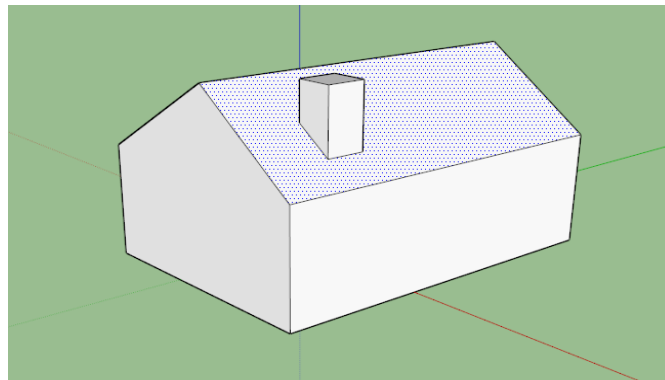

Рисунок 2.10
3. На наступному етапі за допомогою лінії  намалюємо контур димаря, для цього варто звертати на підказки середовища моделювання, (При проведенні лінії уздовж кожної з осей вона буде підсвічена відповідним кольором: синій, зелений, червоний), після чого, за допомогою інструменту «Push/Pull»  витягнемо його до потрібної форми (рис. 2.10).